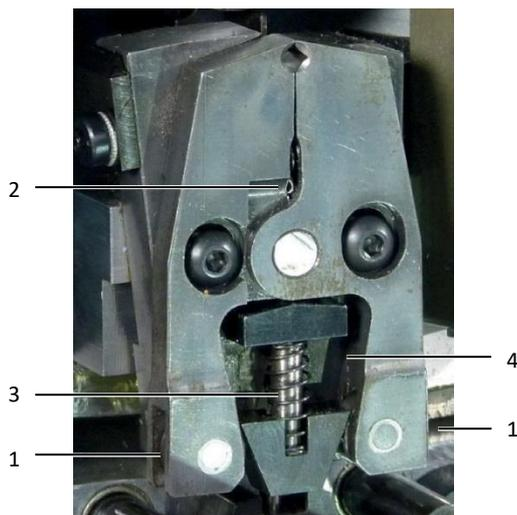

Imagen 26: Herramienta de engastado
- Compruebe si los rodillos (imagen 26, pos. 1) de la herramienta de engastado se deslizan con facilidad.
- Compruebe si los rodillos (imagen 26, pos. 2) de la pinza de sujeción se deslizan con facilidad.
- Lubrique el perno guía (imagen 26, pos. 3) de la unidad de soporte de terminales.
- Lubrique las superficies laterales (imagen 26, pos. 4) de la unidad de soporte de terminales.